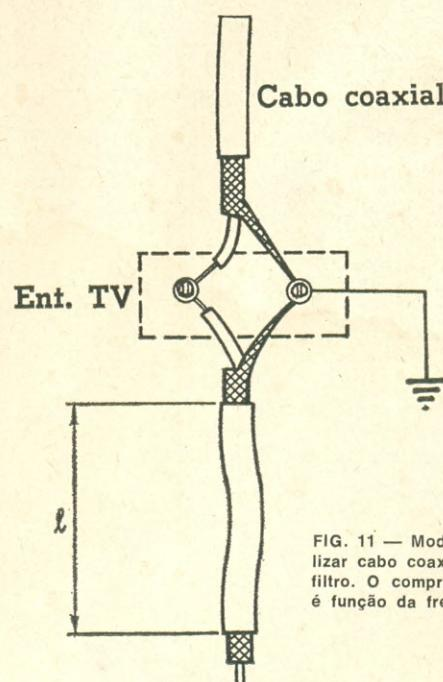

FIG. 11 — Modo de utilizar cabo coaxial como filtro. O comprimento L é função da freqüência.
A Fig. 11 mostra o sistema de conexão a ser adotado no caso de utilizar-se um cabo coaxial. A união do cabo entre a antena e a entrada do televisor permanece invariável. É suficiente conectar uma seção do cabo coaxial da mesma forma como se conectou o cabo de descida. Seu comprimento é de um quarto de onda mas, na realidade, este dado deve ser multiplicado por um coeficiente (K) redutor, que depende da natureza do cabo. Em geral, para um cabo coaxial tem-se $K = 0,76$. O valor do comprimento de onda é o correspondente ao comprimento de onda do sinal que se deseja eliminar.